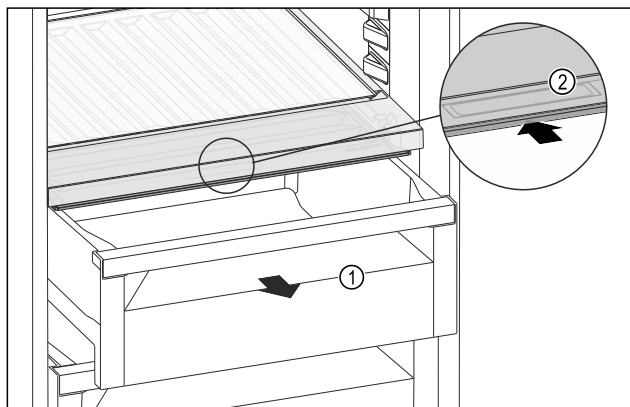

Fig. 171
- ▶ Húzza ki a fiókot Fig. 171 (1).
- ▶ Fogja meg a süllyesztett fogantyút Fig. 171 (2) a rekeszfedelet, és ezzel egy időben tolja hátra a rekeszfedelet.